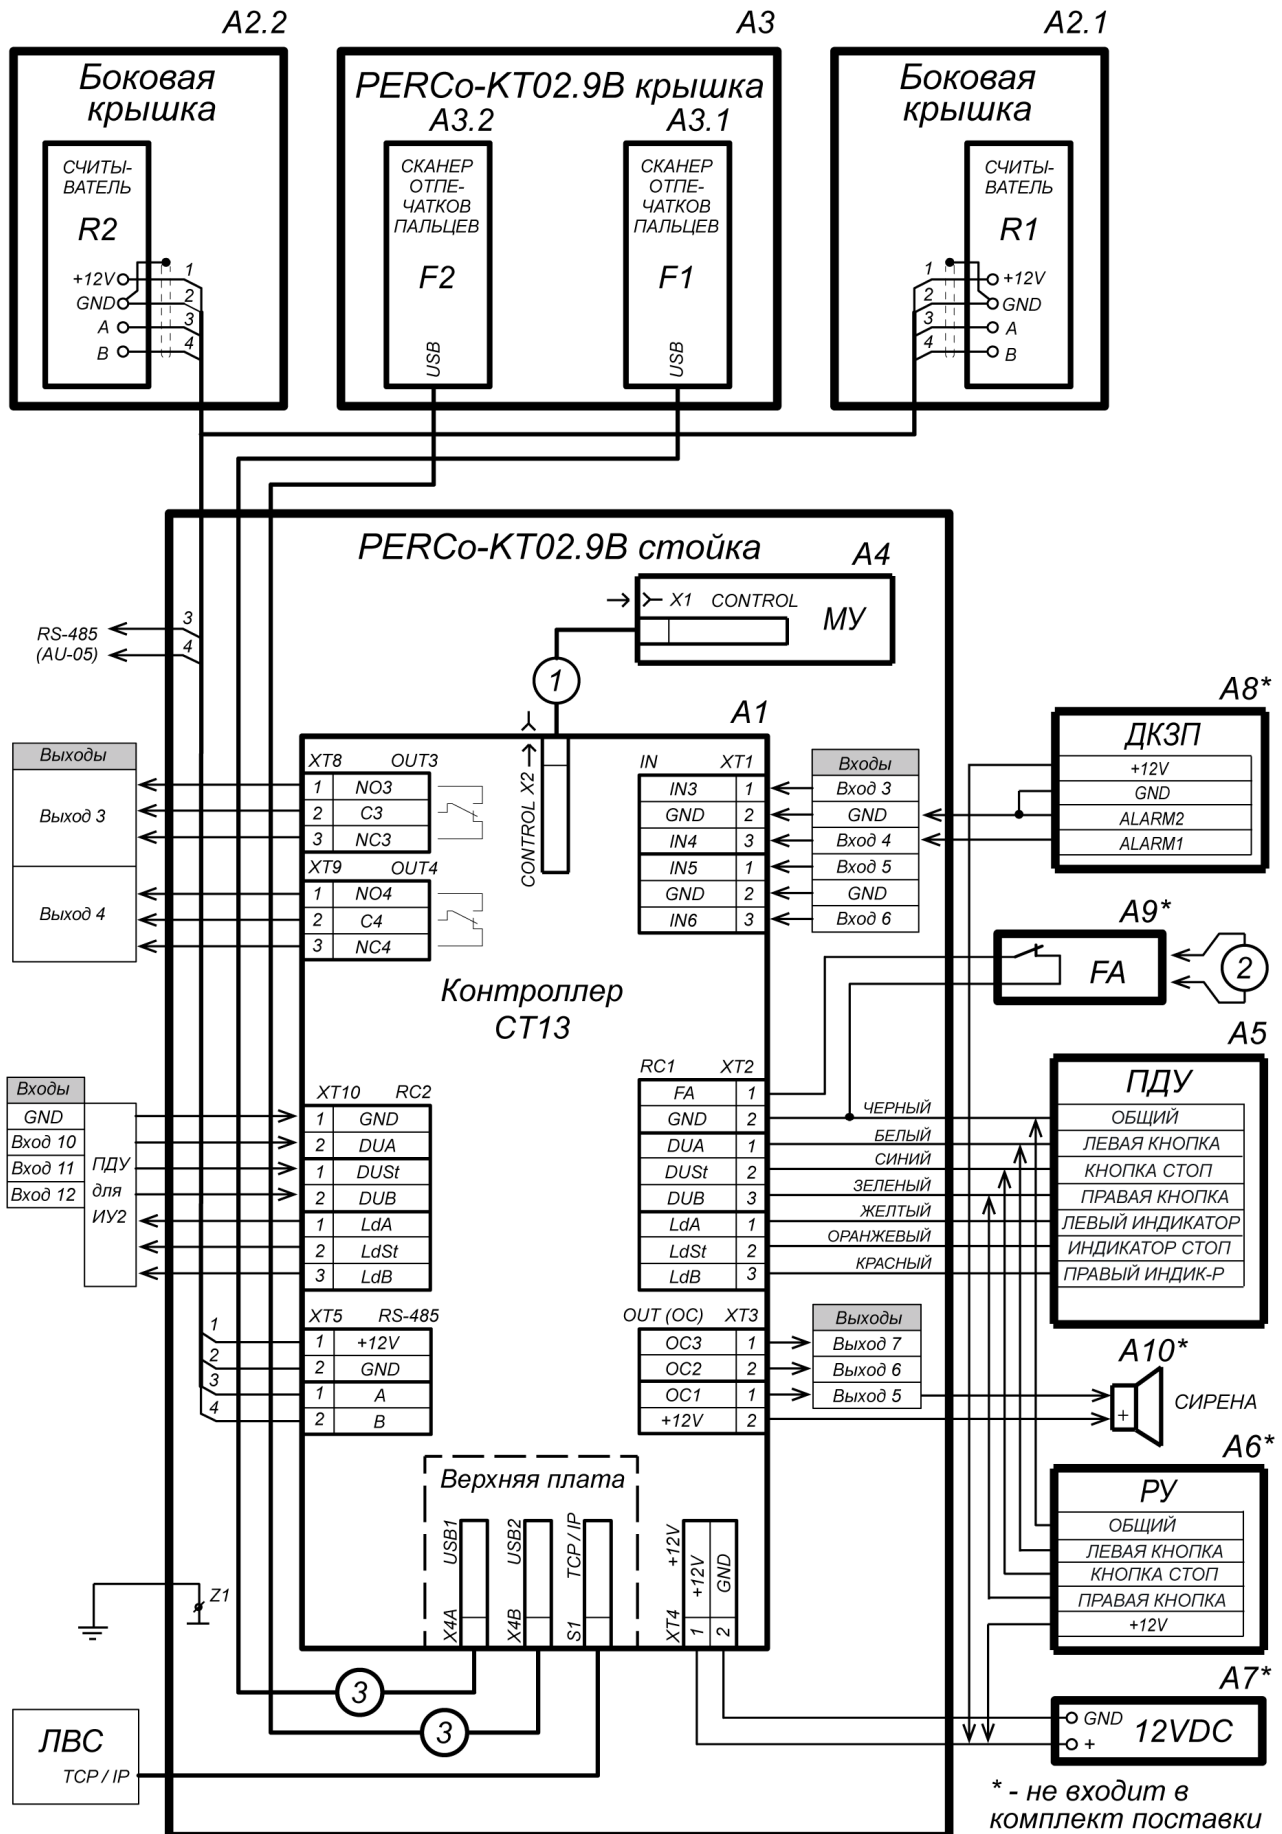

Рисунок 12. Общая схема подключения ЭП и дополнительного оборудования
Расположение клеммных колодок на нижней плате контроллера ЭП показано на рис. 7, назначение контактов клеммных колодок указано в табл. 2. Схема подключения приведена на рис. 12. Используемые при подключении типы кабелей указаны в табл. 5. При монтаже ЭП придерживайтесь следующей последовательности действий:
11. Подключите кабель питания (10) к клеммной колодке **XT4** на нижней плате контроллера согласно схеме, приведенной на рис. 12.
12. Подключите кабель ПДУ (14) к клеммной колодке **XT2** согласно схеме, приведенной на рис. 12.
13. Подключите, при необходимости, кабели от других устройств к соответствующим разъемам встроенного контроллера ЭП в соответствии с общей схемой, приведенной на рис. 12, а также частными схемами для различных видов устройств, представленными на рис. 15 - 24.
- позиционные обозначения A1-A4, X1, X2 и Z1 – указаны на схеме рис.12